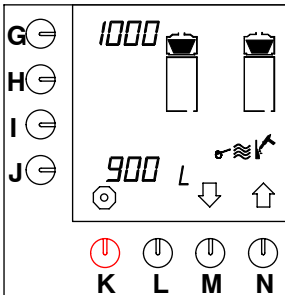

Fig. 26 Contador de descalcificación del sistema de preparación de café
- El contador de descalcificación aparece en el display, vea fig. 26 .